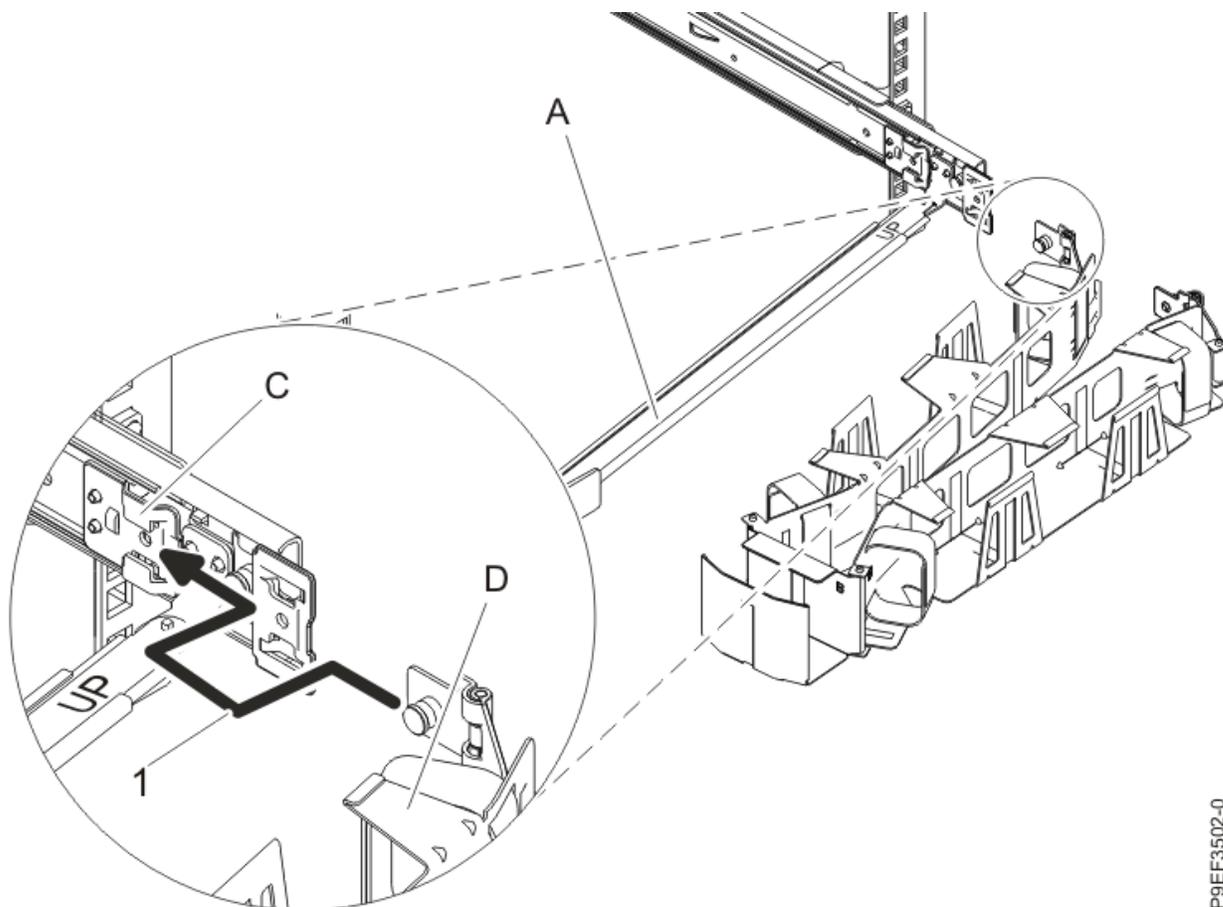
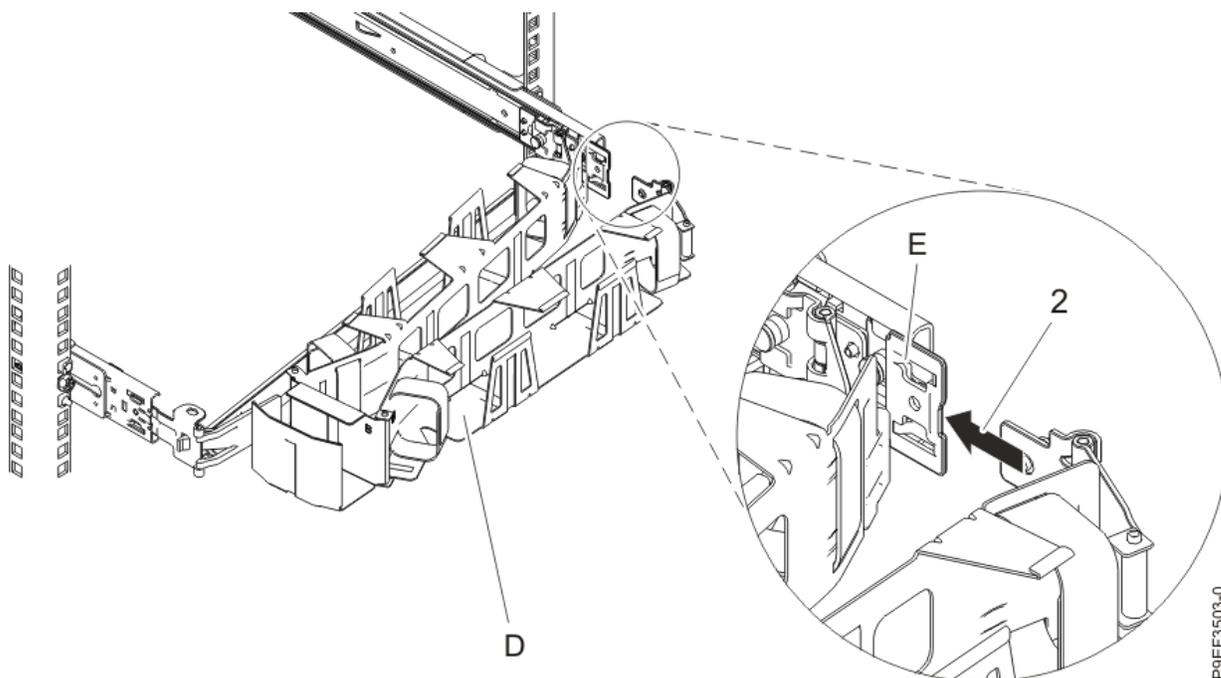

Figura 14. Deslizar o separador do braço de gestão de cabos na ranhura do suporte de montagem
Figura 15. Deslizar o outro separador do braço de gestão de cabos no suporte de extensão
7. Coloque o braço de gestão de cabos **(D)** no braço de suporte **(A)**. Deslize o primeiro separador do braço de gestão de cabos para a ranhura no suporte de montagem **(C)**. Empurre a patilha até que a patilha de mola encaixe na posição correcta. Deslize o outro separador do braço de gestão de cabos para o suporte de extensão **(E)** no lado de fora da calha deslizante direita **(2)**. Empurre a patilha até que a patilha de mola encaixe na posição correcta. Para obter detalhes, consulte Figura 14 na página 13 e Figura 15 na página 13.